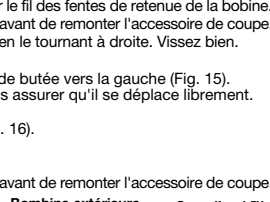

Fig. 24
1. Alignez les flèches du SpeedLock™ avec les œillets de la bobine externe (Fig. 24).
1. Tout en maintenant la bobine externe en place, tirez sur le SpeedLock™ dans la direction opposée à la bobine externe et tournez-le dans le sens contraire des aiguilles d'une montre jusqu'à ce qu'il soit fixe. Les flèches devraient être alignées avec les œillets de la bobine externe (Fig. 24).